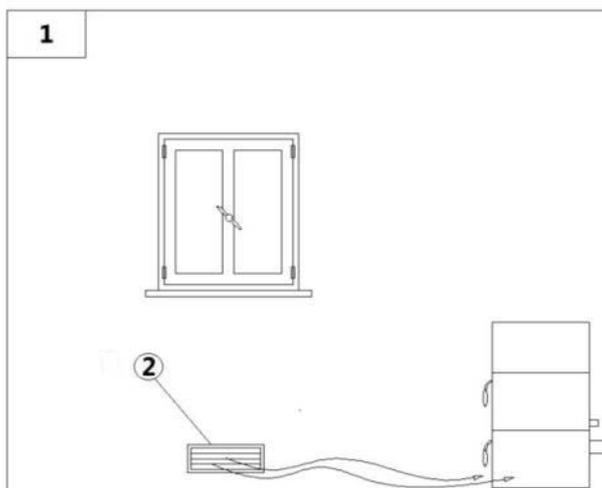

Fig. 10 - Afflusso d'aria diretta
LEGENDA	Fig. 10
- L'afflusso dell'aria tra l'esterno ed il locale può avvenire per via diretta, tramite apertura su parete esterna del locale (vedi Fig.10).